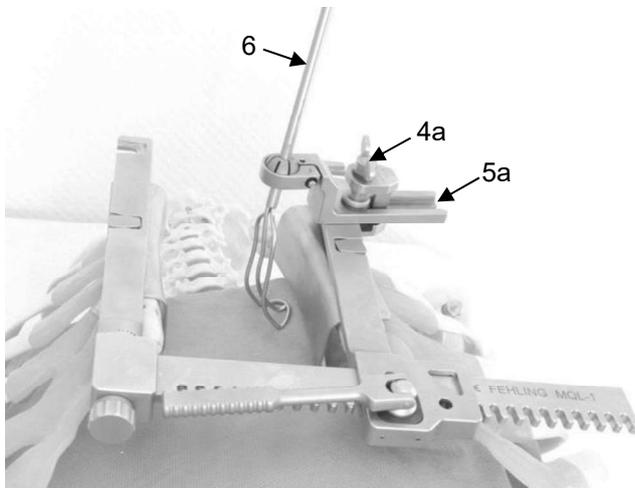

Abb. 9: Konfigurationsbeispiel für den CEBOTARI Universal Sternumspreizer mit Vorhofhaken
Zur Positionierung von Vorhofhaken (6) (siehe Tabelle 2, Seite 10) werden diese mithilfe des Befestigungselements MZZ-1Q (4a) sowie eines passenden Kugeladapters (5a) an beliebiger Stelle (auch im Bereich der Blätter) auf den Spreizerarmen angebracht (Abb. 9).